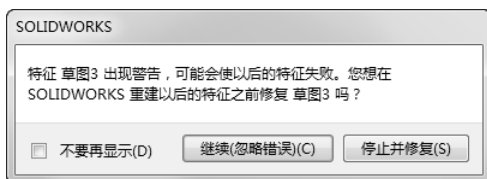

图 7-77 “SOLIDWORKS”警告对话框
4) 如果在步骤 3) 中单击“悬空”按钮，则系统会弹出“SOLIDWORKS”警告对话框，如图 7-77 所示。警告模型特征存在错误，可能会复制失败，需要修复，单击“继续（忽略错误）”按钮，退出对话框，同时，模型树列表中显示上步复制零件特征存在的错误，